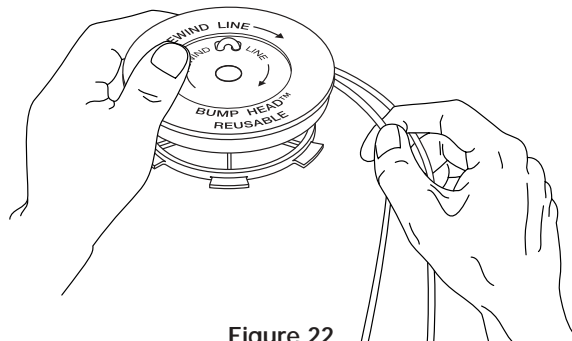

Figure 22
7. Enroulez les fils en couches uniformes serrées sur le moulinet (Fig. 22). Enroulez le fil dans le sens indiqué sur le moulinet intérieur. Placez votre index entre les deux fils pour les empêcher de se superposer. Ne superposez pas les extrémités du fil. Passez à l'étape 11.